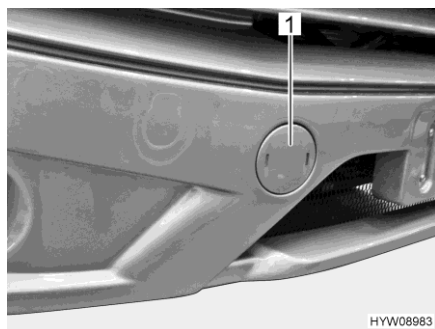

Fig. 40 Couvercle (fixation de l'œillet de remorquage)
- Ouvrir le couvercle (Fig. 40,1) avec un tournevis.